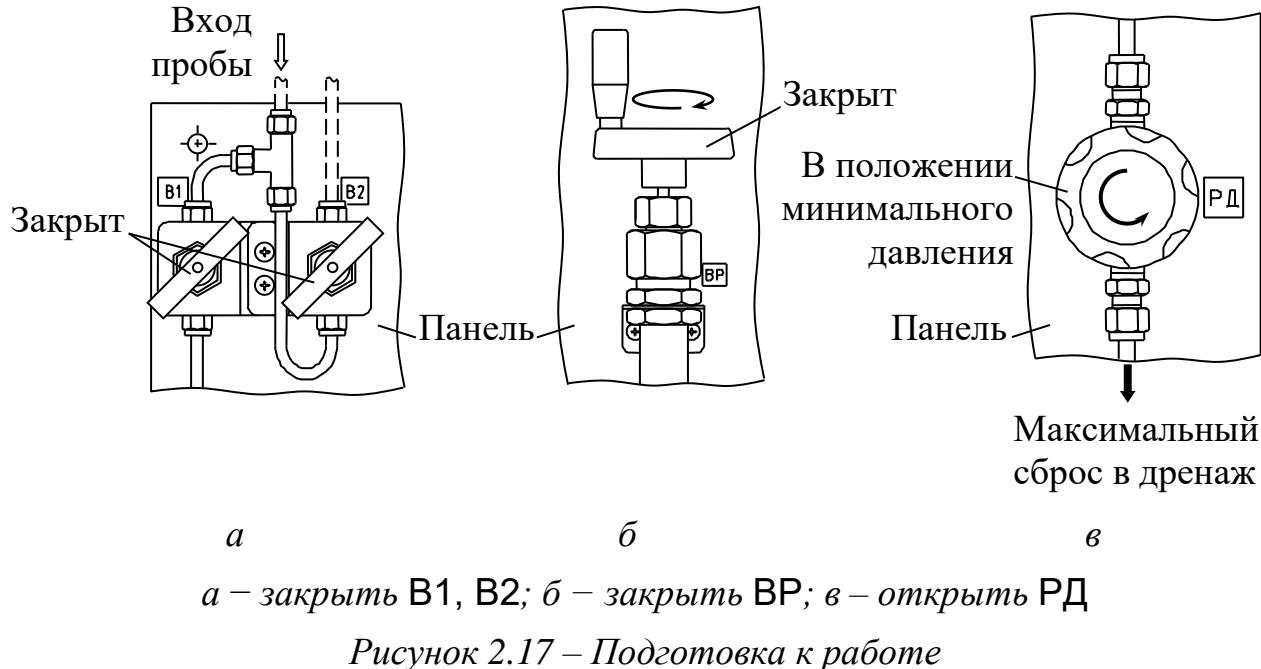

Рисунок 2.17 – Подготовка к работе
- закрыть клапаны В1 и В2 (рисунок 2.17а);
- закрыть вентиль ВР (вращением ручки до упора по часовой стрелке) (рисунок 2.17б);
- установить РД в положение минимального давления (вращением ручки до упора против часовой стрелки) (рисунок 2.17в);